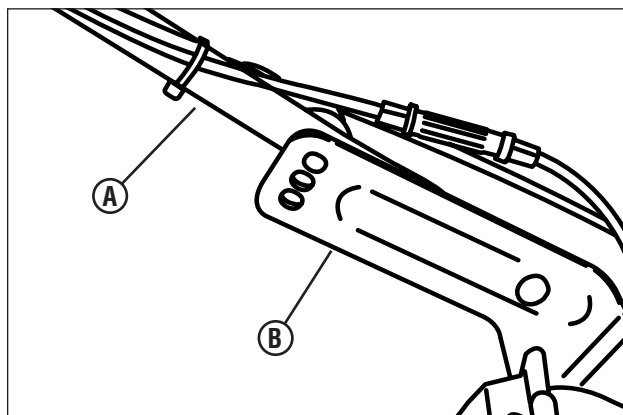

Figura 5: Ajuste de la altura del mango
1. Retire las perillas y los pernos de cabeza de hongo asegurando la manilla inferior (**A, Figura 5**) hacia los soportes de montaje (**B**).